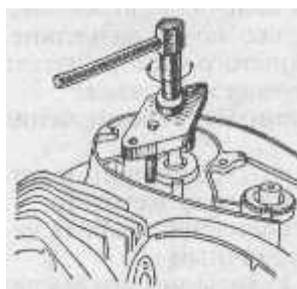

Рис. 118. Установка съемника на правую половину картера силового агрегата и разъединение половин картера
2. Равномерно и плавно ввинчивая болт съемника, разъединить половины картера (рис. 118). При этом необходимо следить, чтобы шатуны коленчатого вала у двигателя "Ява-350" находились в мертвых точках (один в верхней, другой в нижней). У двигателя "Ява50" шатун при этом может находиться в любом положении.